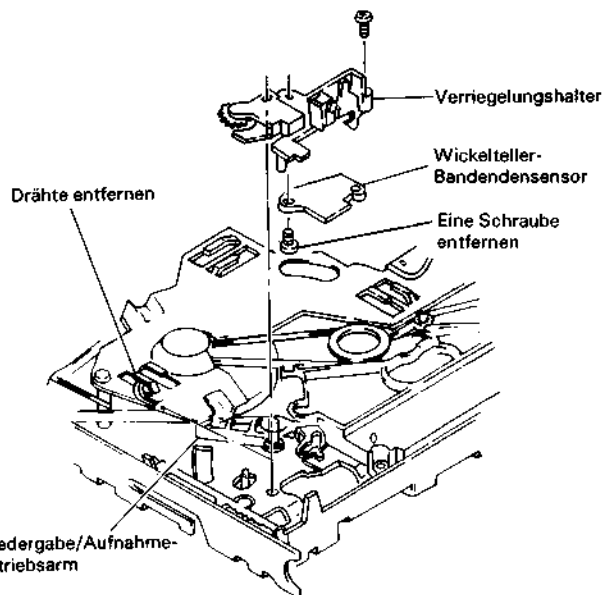

Abb. 2.60 Ausbau des Wickelteller-Bandendensensors
4. Die Drähte aus der Kabelbrücke entfernen (siehe Abb. 2.60).